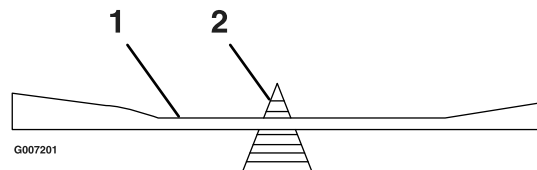

Figure 42
2. Vérifiez l'équilibre de la lame en la plaçant sur un équilibreur (Figure 42). Si la lame reste horizontale, elle est équilibrée et peut être utilisée. Si la lame est déséquilibrée, limez un peu l'extrémité de la partie incurvée seulement (). Répétez la procédure jusqu'à ce que la lame soit équilibrée.